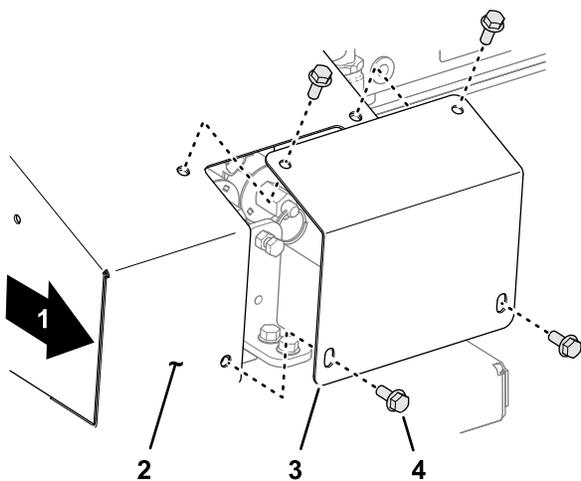

Figura 32
1. En el lado derecho de la máquina, retire los 4 tornillos de caperuza con arandela prensada que fijan la chapa de cierre a la cubierta de anulación (Figura 32).